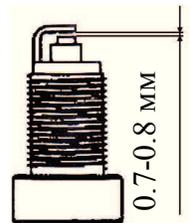

Рис. 2
7.1.3 Рекомендуется проверить величину межэлектродного зазора, которая должна быть около 0.7...0.8 мм (рис. 2). При существенном отличии измеренной величины зазора указанным требованиям заменить свечу.